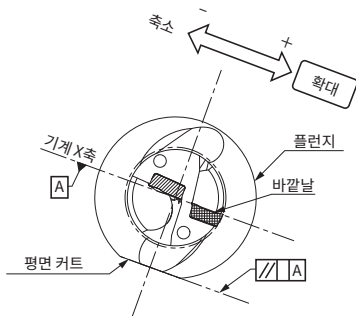
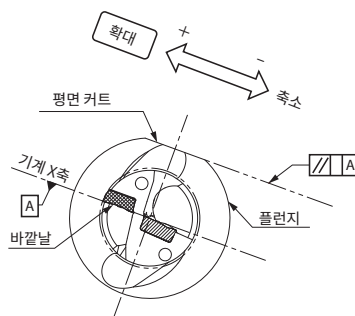

Fig. 2 바깥날 상면이 위쪽인 상태
Fig. 3 바깥날 상면이 아래쪽인 상태
선반에서 드릴 가공의 트러블 원인은 대부분 센터 높이의 착오로 인한 것입니다. 센터 높이는 막힌 홀 가공의 경우 Fig. 3과 같이 단면 중심에 직경 0.5mm 정도의 코어가 남는 것이 적정합니다. 아래와 같은 경우는 조정이 필요합니다.
- ② 바깥날의 방향으로 X축을 이동시켜 홀경을 확대 조정합니다.(Fig. 2, Fig. 3)